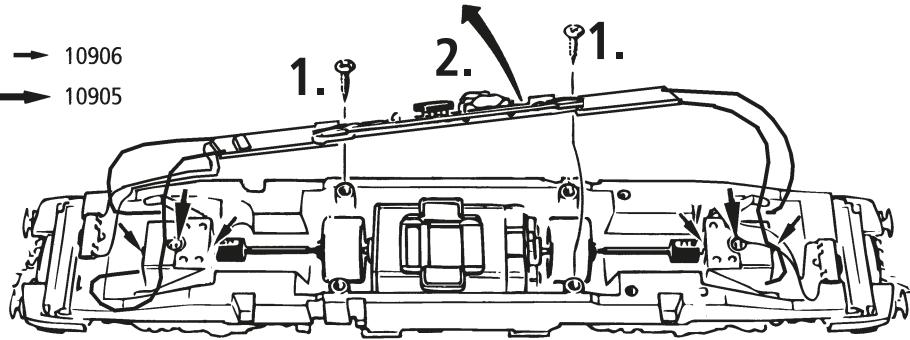

Fig. 5
**1. Reinigung der Radstromkontakte:** Radstromkontakte können auf unsauberen Schienen leicht verschmutzen. Entfernen Sie **vorsichtig** mit einem kleinen Pinsel **den Schmutz** an den in Fig. 5 gekennzeichneten Stellen.
**3. Haftreifenwechsel:** Zuerst den Getriebekiel abnehmen (Fig. 5). Danach den **Radsatz** herausnehmen und die **Haftreifen** mit einer Nadel od. mit einem feinen Schraubendreher abziehen (Fig. 6). Beim Aufziehen der neuen Haftreifen darauf achten, dass diese sich nicht verdrehen.
**1. Cleaning of wheel contacts:** Wheel contacts easily get dirty on tracks which are not entirely clean. Use a small brush to **remove dirt** from spots marked in fig. 5.
**3. Change of traction tyre:** Remove the gear cover (fig. 5). Take out **wheel set** and remove **traction tyre** using a pin or a fine screwdriver (fig. 6). When pressing on the new traction tyre please **avoid twisting it**.